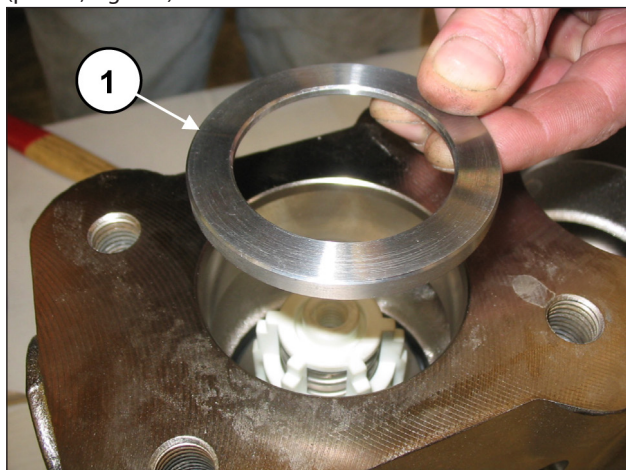
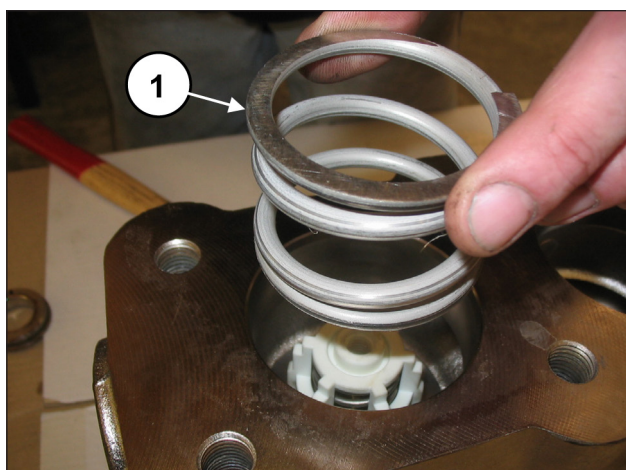

Fig. 129
Fig. 130
Insira o anel do local da válvula (pos. ①, Fig. 129) e a mola (pos. ①, Fig. 130).